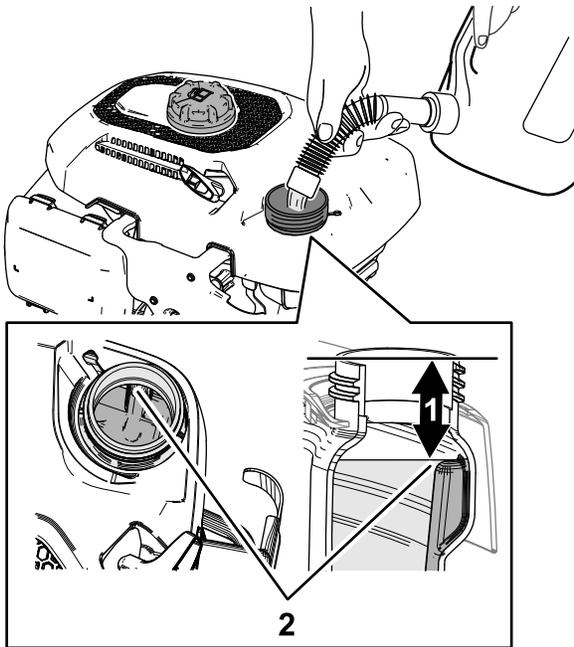

Bild 20
2. Füllen Sie den Kraftstofftank mit dem angegebenen Kraftstoff, wie in **Bild 20** dargestellt.